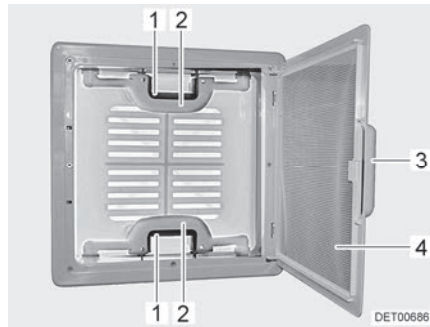

Fig. 73 Claraboya con cierre de resorte
- Tirar del tirador (Fig. 73,3).
- Plegar hacia abajo la protección contra insectos (Fig. 73,4).
- Presionar el cierre de resorte (Fig. 73,1) hacia el lado interior de la claraboya. Presionar simultáneamente hacia arriba la claraboya con el tirador (Fig. 73,2).
- Plegar hacia arriba la protección contra insectos (Fig. 73,4) hasta que engatille.
- Tirar la claraboya enérgicamente hacia abajo por los dos tiradores (Fig. 73,2), hasta que los dos cierres de resorte (Fig. 73,1) hayan engatillado.